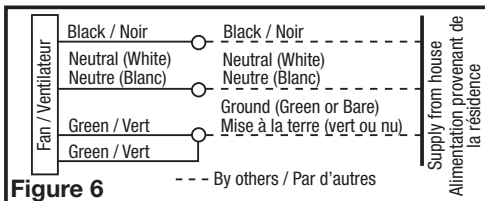

Figure 6
2. Pull the loose black, white and green wires out from the wire compartment (additional wires will be present). Install an approved electrical connector to the wire compartment cover (not included). Run a black (hot), white (neutral), and a green or bare ground wire from the supply through the electrical connector. Connect all wires from the supply to their corresponding wires within the wire compartment (Figure 6). Use approved methods for all connections.
2. Retirez les fils noirs, blancs et verts détachés du compartiment des câbles (des fils supplémentaires seront présents). Installez un connecteur électrique approuvé sur le couvercle du compartiment des câbles (non inclus). Faites passer un fil noir (chaud), blanc (neutre) et un fil de terre vert ou nu de l'alimentation à travers le connecteur électrique. Connectez tous les fils de l'alimentation à leurs fils correspondants dans le compartiment des fils (Figure 6). Utiliser des méthodes approuvées pour toutes les connexions.